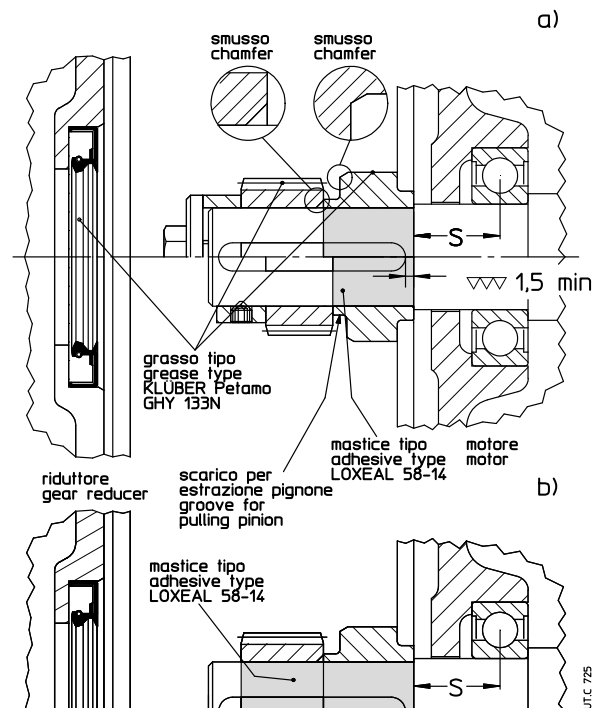

Fig. 7.3.1
– controlar que los motores tengan rodamientos y voladizos (dimensión S ver fig. 7.3.1) como indicado en el cuadro 7.3.1.